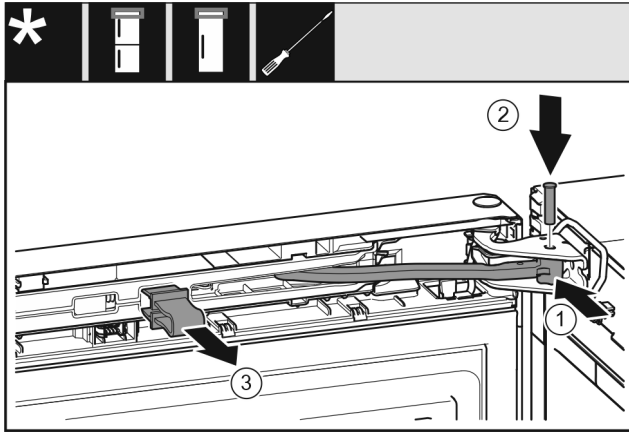

Fig. 72
- ▶ 将铰链 Fig. 72 (1) 转入托架。
- ▶ 将螺栓 Fig. 72 (2) 插入托架和铰链。同时注意止动凸轮需正确地位于凹槽中。
- ▶ 取下保险装置 Fig. 72 (3)。